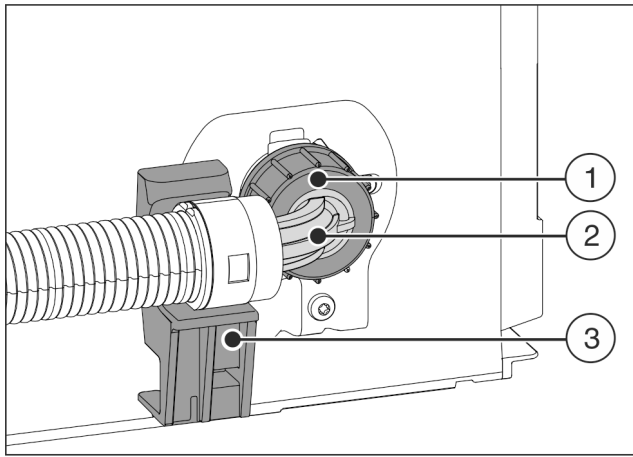

Fig. 23
- ▶ Abgewinkeltes Schlauchende Fig. 23 (2) horizontal am Halter Fig. 23 (3) positionieren und festhalten.
- ▶ Mutter Fig. 23 (1) mit der Hand auf Gewinde schrauben, bis ein sicherer, fester Sitz erreicht ist.